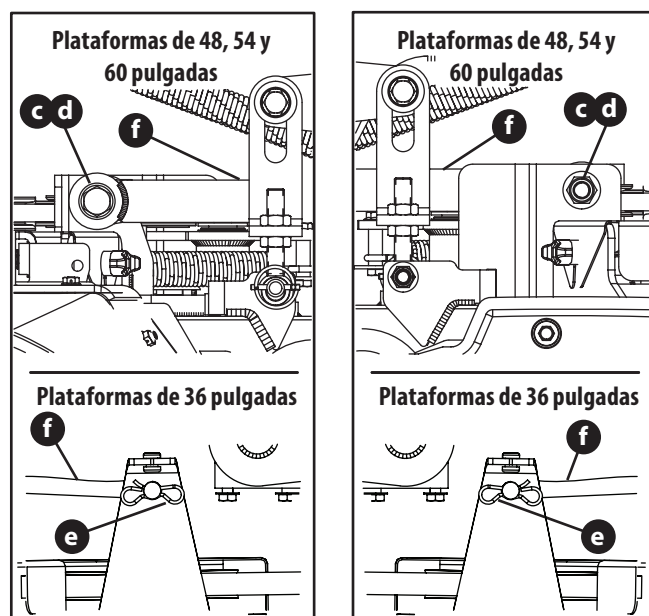

Figura 37
- Retire los tornillos hexagonales (c) y las tuercas de seguridad bridadas (d) (plataformas de 48, 54 y 60 pulgadas) o las abrazaderas (e) (plataformas de 36 pulgadas) que sujetan las varillas de control de la plataforma delantera (f) a la plataforma (Figura 37).